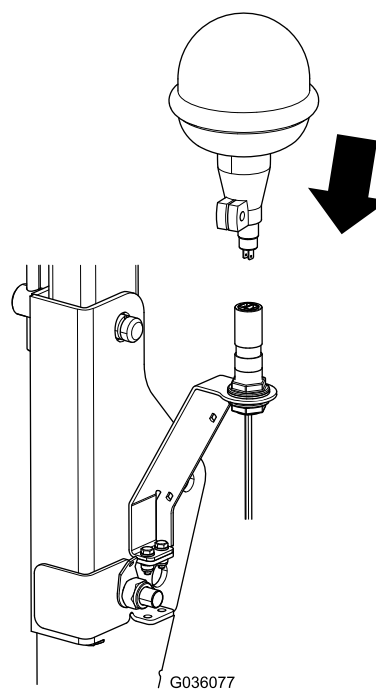

Figure 12
5. Assemblez le gyrophare sur le haut de son support (Figure 12).